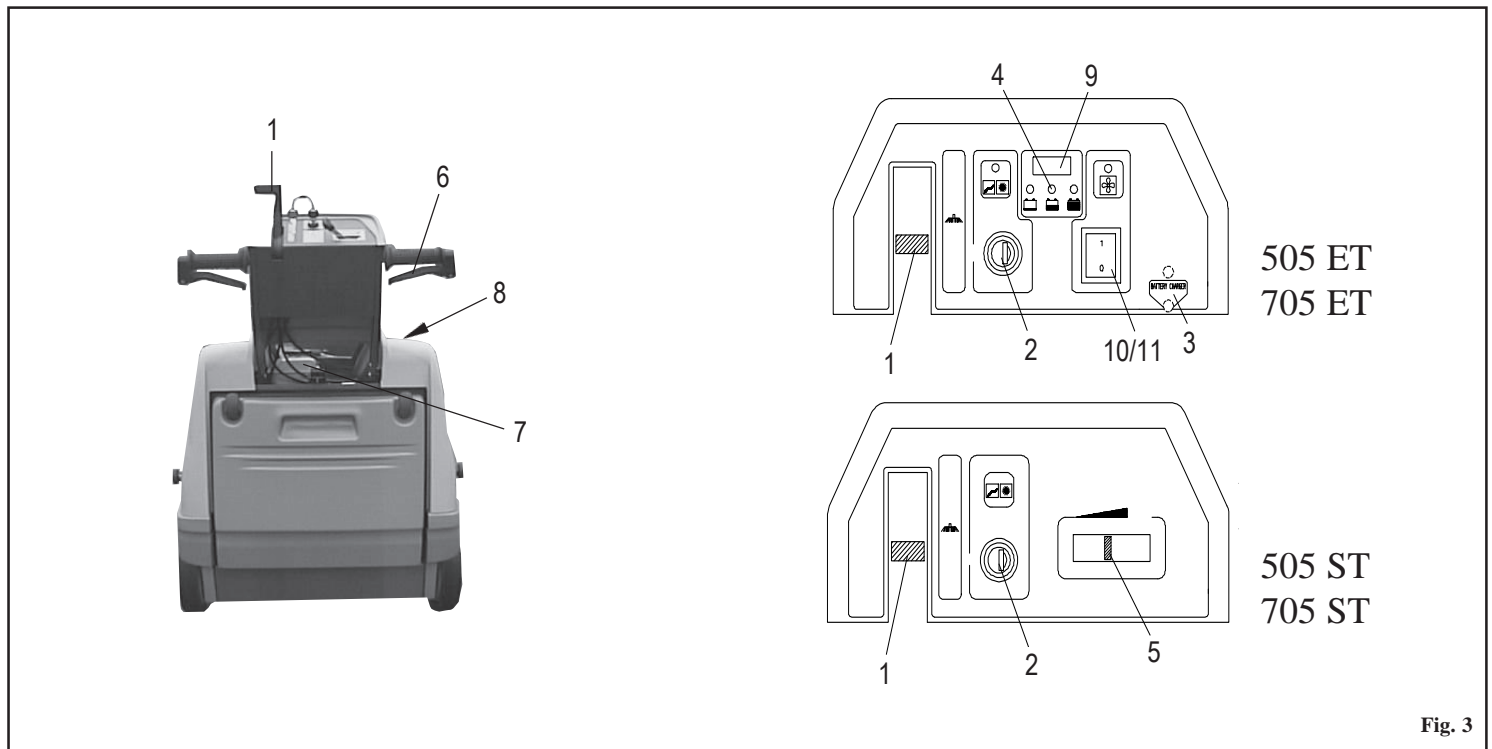

Fig. 3
- Poner la palanca alzacepillo **pos. 1 Fig. 3** en posición **OFF**.
de la llave de parada **pos. 2 Fig. 3**, en el tablero. Para ulteriores informaciones más detalladas sobre el motor, se ruega consultar el manual del motor.
- comprobar que el cepillo lateral **pos. 1 Fig. 3** esté en posición **OFF**.
- Poner en posición **ON** el interruptor de llave **pos. 2 Fig. 3**. Tras haber girado la llave esperar aprox. 10" antes de que la máquina se ponga en marcha. Controlar mediante el señalador **pos. 4 Fig. 3** que la batería esté completamente cargada antes de iniciar a trabajar; en caso contrario, poner la batería bajo carga.
- Tirar la palanca de tracción **pos. 6 Fig. 3** y proceder a la limpieza. Si es necesario, accionar la palanca **pos. 1 Fig. 3** llevándola en posición **ON** para introducir el cepillo lateral. Al final del trabajo, llevar (si ha sido utilizado) el cepillo lateral en posición **OFF**, apagar la máquina y quitar las llaves del tablero de mandos.
- Verificar que el cepillo lateral **pos. 1 Fig. 3** esté en posición **OFF**.
- Colocar la palanca del acelerador **pos. 5 Fig. 3** en posición **START**.
- Llevar la llave **pos. 2 Fig. 3** a la posición **ON**.
- Actuar sobre el acelerador **pos. 5 Fig. 3** dosando el régimen deseado.
- Al final del trabajo, si ha sido utilizado, colocar el cepillo lateral **pos. 1 Fig. 3**, en posición **OFF**. Colocar la palanca del acelerador en posición **START** y apagar la máquina con el interruptor de llave **pos. 2 Fig. 3** llevándolo a la posición **OFF**. Cerrar el grifo de la gasolina **pos. 3 Fig. 4**.
- Conectar la toma a un cargabaterías **pos. 3 Fig. 3 (12V 10A)**.
La duración de la batería dependerá de la manutención periódica y del nivel de descarga alcanzado. No descargar la batería más allá del límite señalado del indicador **pos. 4 Fig. 3**. Alcanzado el límite max. de descarga, la máquina se detiene y debe ser recargada para poder retomar el trabajo.